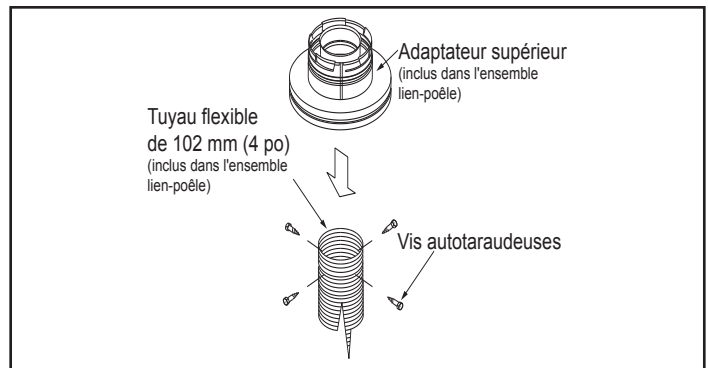

Figure 4.21
- Connectez l'extrémité du tuyau flexible à la face inférieure de l'adaptateur supérieur au moyen de quatre vis autotaraudeuses. Voir la Figure 4.21.
5. Connectez la chemise flexible à l'adaptateur supérieur, au moyen de trois vis à tôle. Voir la Figure 4.21.